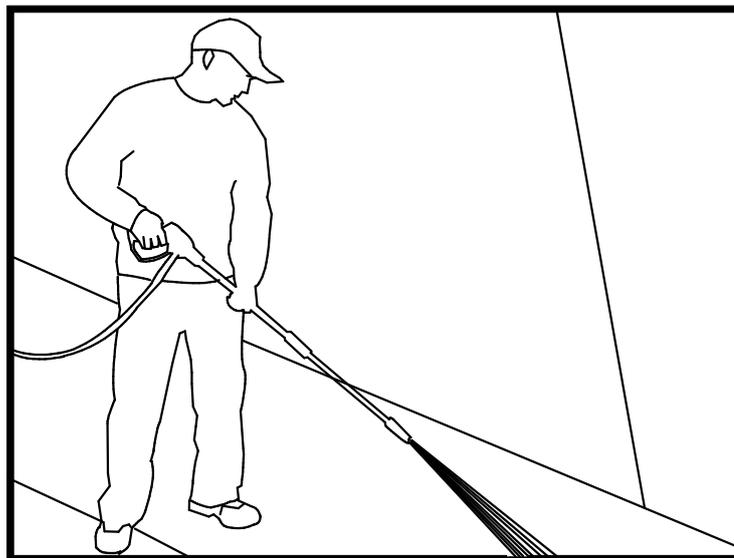

Рис.11. Рекомендуемое положение моющего пистолета
- с помощью иголки, входящей в комплект поставки этой мойки, или развернутой канцелярской скрепки, вставив острие в отверстие сопла, выполните очистку, перемещая иглу назад и вперед до тех пор, пока не будет удален засор из отверстия сопла (см. рис. 11);
Считается, что наиболее эффективный угол атаки струи к очищаемой поверхности является угол в 45° (см. рис.11).